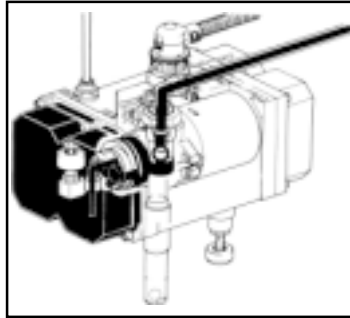

fig. 7 Llenado del cárter
*La bomba de piñón* (fig. 5-5) bombea aceite del depósito de reserva (fig. 5-2), a través de una válvula antirretorno (fig. 5-2), al *depósito de bombeo* (fig. 5-3) hasta que el interruptor de nivel (flotador) (fig. 5-4) que se halla en dicho depósito indica que el mismo ya está lleno. El sentido de giro de la bomba se invierte entonces, de forma que ésta pueda bombear el aceite que se halla en el depósito de bombeo (a través de una segunda *válvula antirretorno* (fig. 5-6) hacia el cárter del motor (fig. 7). Debido a que el flotador que se halla en la cámara no puede detectar si ésta está vacía, la bomba sigue girando por un tiempo fijo determinado, lo suficientemente largo.